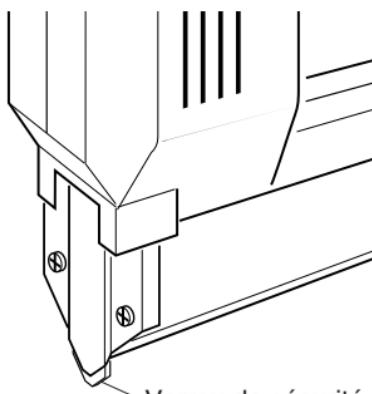

Figure 6
- Agrippez fermement l'outil, puis appuyez-le contre la surface de travail. Appuyez suffisamment pour désactiver le verrou de sécurité. Ce dernier est situé à la sortie des clous (consultez la Figure 6). **IMPORTANT :** Le verrou de sécurité doit être enfoncé pour que l'outil fonctionne. L'outil ne fonctionnera pas si le verrou de sécurité n'est pas enfoncé.